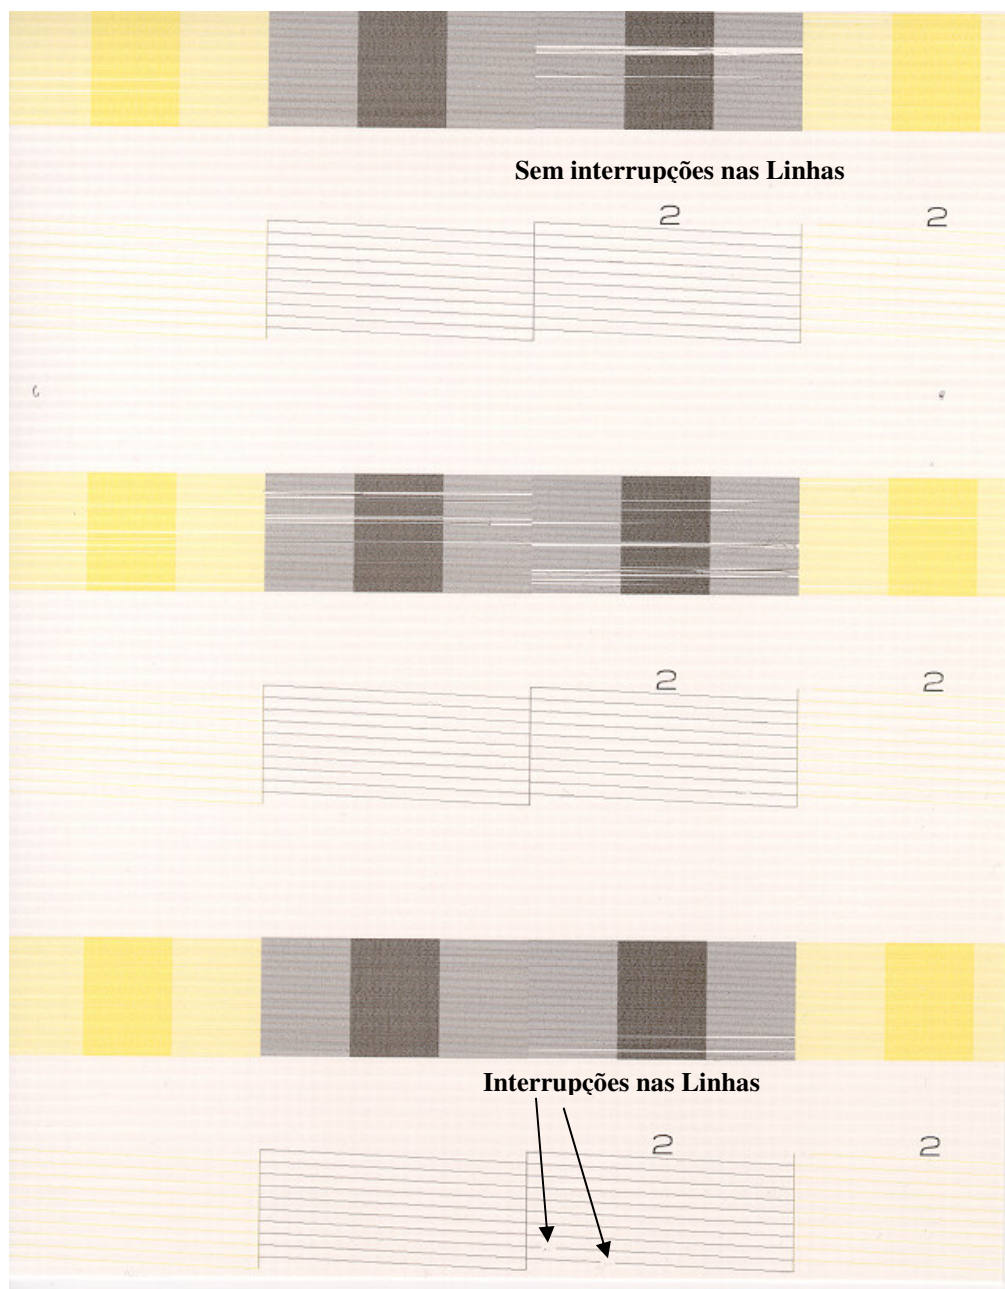

Figura 1. Teste padrão de verificação de bocais
- Ao avaliar um teste padrão de verificação dos bocais, sua avaliação deve focar-se nas interrupções das “Linhas escalonadas”, como mostrado na Figura 1. Linhas ou interrupções nas barras sólidas não são indicadores de um bocal obstruído.